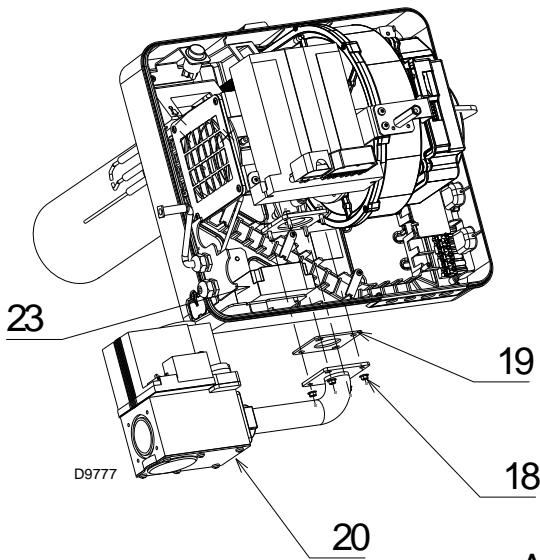

Abb. 16
- Verbinden Sie die Hochspannungskabeln mit dem Transistor 23)(Abb. 16) und den Anschluss des Ionisationsführers mit dem entsprechenden Kabel, das aus dem Steuergerät kommt.
- Befestigen Sie die Armaturengruppe 20)(Abb. 16) mit den mitgelieferten vier Schrauben und Muttern 18).
Achten Sie auf das Vorhandensein der Dichtung 19)(Abb. 16) und auf die Gasdichtheit.